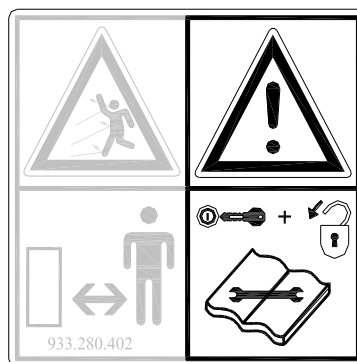
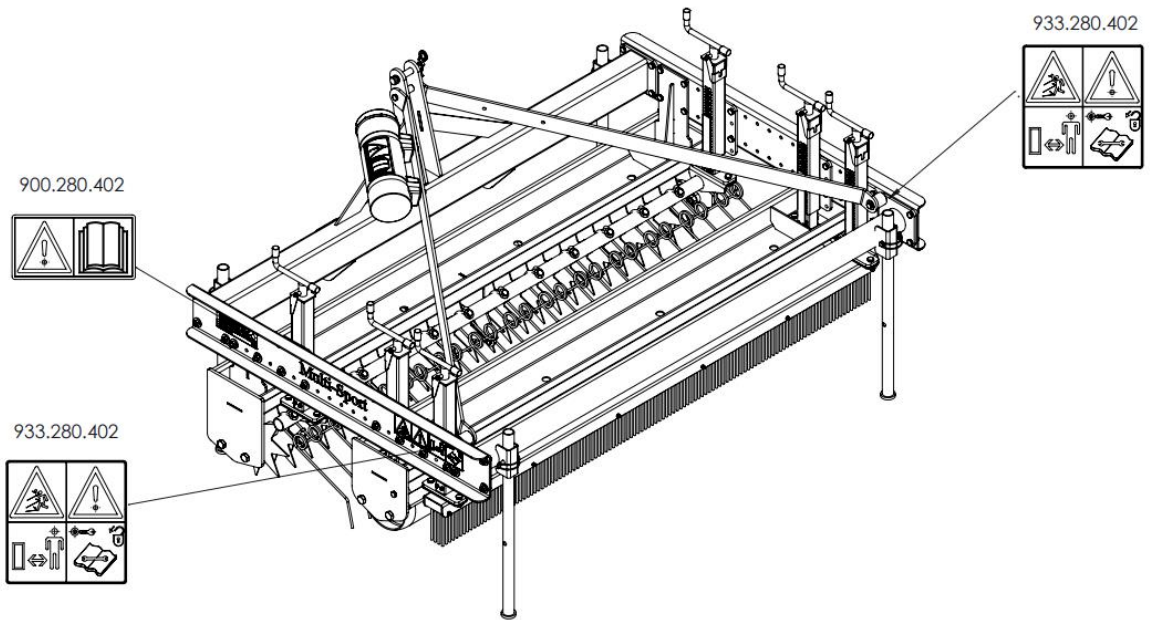

Abbildung 2
Abbildung 5
Bei Wartungsarbeiten, Einstellungen und Reparaturen **immer den Traktormotor ausschalten und den Traktorschlüssel aus dem Zündschloss abziehen** (Abbildung 2).
Beidseitig der Multi-Sport (Abbildung 5) befinden sich identische Sicherheitsaufkleber (Abbildung 2, 3 und 4). Diese Sicherheitsaufkleber müssen stets gut sichtbar und lesbar sein. Beschädigte Sicherheitsaufkleber sind zu ersetzen.
7. Position der Sicherheitsaufkleber (Abbildung 5)